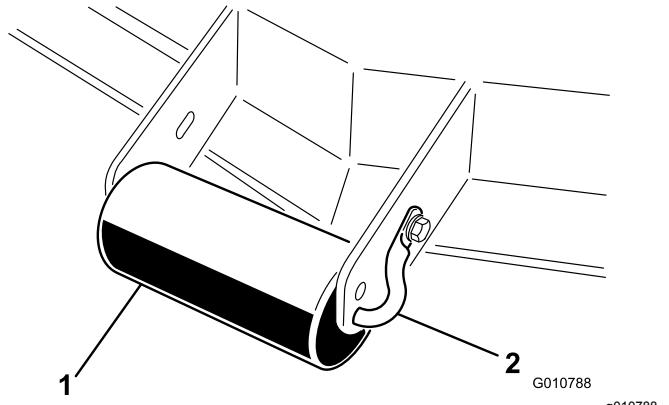

Figure 11
1. Enlevez la vis et l'écrou qui fixent l'axe de galet au support de l'unité de coupe (Figure 11).